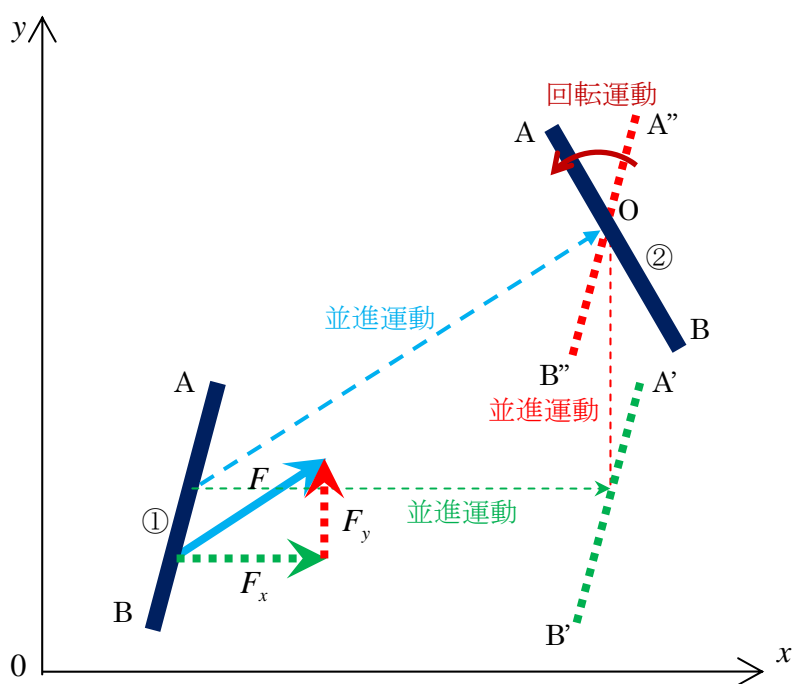

図1
ここであらためて、力の働きについて説明しておこう。力とは、**‘物体に作用してその運動状態や形を変える原因となる働き’** のことである。まず、運動状態を変える働きについて、図1のように xy 平面上にある棒 AB を用いて説明しよう。棒がはじめは図の左下の①のところにあり、この棒が力の作用を受けて②の AB の状態まで移動する過程を考えてみよう。
図1では①と②の位置が離れているが、一般に物体が運動している場合には時々刻々の微小な変化過程においてこれらの並進運動と回転運動が組み合わさって生じているのである。ここでは詳細の説明は省略するが、並進運動の運動方程式が $F = ma$ であり、回転運動の運動方程式が $T = I\alpha$ である（「よくわかる工業力学」6章、7章）。したがって、物体に作用する力の総和ならびに力のモーメントの総和のいずれもが零でないかぎり物体は運動すなわち移動することになる。